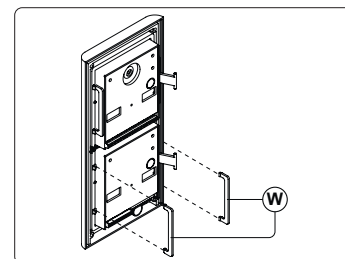

Fig. 9
Inserire i fermi anti-effrazione (W) come mostrato in **Fig. 9**.